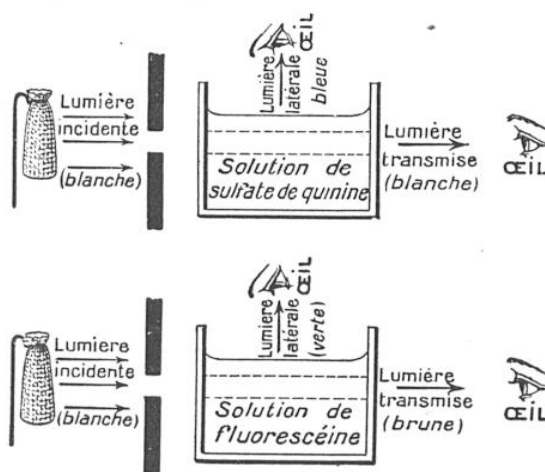
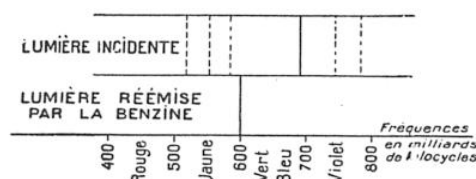

FIG. 12 ET 13. — EN QUOI CONSISTE LA FLUORESCENCE
FIG. 17. - EN QUOI CONSISTE L'EFFET RAMAN
sulfate de quinine — ce corps bien connu qu'on absorbe en cachets pour combattre la fièvre — est parfaitement incolore si on le regarde par transparence (fig. 12), mais la
Pour faire comprendre de quoi il s'agit, nous n'avons qu'à reprendre, avec quelques modifications, l'expérience schématisée par les figures 12 ou 13. Au lieu de faire tomber de la lumière blanche (provenant d'un manchon Auer), on enverra une radiation simple, émise, par exemple, par un arc au mercure et séparée des autres (fig. 7, bas), grâce au passage à travers un prisme et l'interposition d'écrans. De plus, à la place de solutions (telles que le sulfate de quinine ou la fluorescéine), on emploiera des liquides purs, comme la benzine, qui, jusqu'à ce jour, *passaient pour n'être pas fluorescents*. La lumière incidente est repérée en trait plein, à la partie supérieure de la figure 17 (les autres radiations du mercure, qui ont été éliminées (1), ne figurent qu'en pointillé) ; si on étudie la lumière réémise latéralement, on constate, contre toute attente, que cette dernière est simple (2), alors que toutes les radiations de fluorescence étaient toujours extrêmement complexes : l'*effet Raman* consiste donc dans la réémission d'un rayonnement simple (ici, fig. 17, une lumière verte) sous l'influence d'un rayonnement simple (ici, une lumière bleue).
(1) Il suffit de faire passer la lumière totale à travers un prisme, de recevoir le « spectre » sur un écran et d'y percer une fente convenable.
(2) Ou, tout au moins, formée d'un très petit nombre de radiations nettement distinctes.
Le montage est, en gros, celui des figures 12 ou 13. On y remplace, toutefois, le bec Auer par un arc au mercure, et le corps expérimenté est la benzine. Si la lumière incidente est simple, la lumière latérale l'est aussi, mais la fréquence a diminué : un rayon bleu provoque une fluorescence verte.